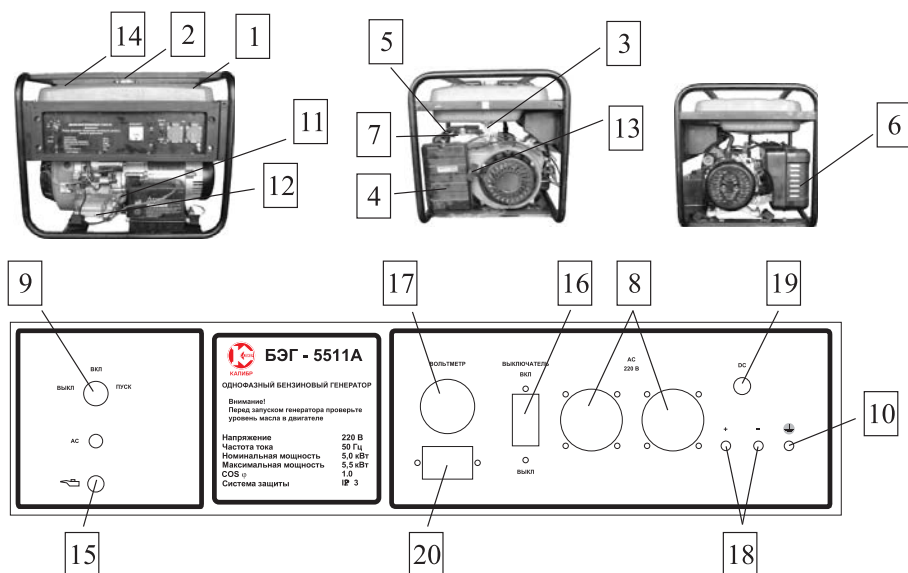

рис. 1
Общий вид генератора схематично представлен на рис. 1
6.2.1 Вывинтить шуп **11** (рис. 1) и залить в картер масло соответствующего типа до нижнего края горловины. Вставить сухой чистый шуп в горловину картера и вынуть его. Проверить уровень масла: граница смоченной области шупа должна располагаться между отметками минимального и максимального уровней.
6.3 Заземление корпуса генератора. При установке генератора следует подключить к резьбовой клемме **10** (рис. 1) проводник заземляющего устройства, удовлетворяющего требованиям раздела “Обеспечение требований безопасности”.
6.5.1 Отключить всех потребителей переменного тока генератора, переводя автоматический выключатель **16** (рис. 1) в отключённое положение, отсоединить потребителей постоянного тока от розетки **18** (рис. 1).
6.5.2 Открыть топливный кран **3** (рис. 1).
6.5.3 Перевести рычаг управления воздушной заслонкой **7** (рис. 1) в крайнее левой положение при пуске холодного двигателя и в промежуточное при пуске прогретого двигателя.
6.5.4 Установить ключ замка зажигания **9** (рис. 1) в положение “**выкл**”.
6.5.5 Плавно вытянуть до упора трос ручного стартера за ручку **13** (рис. 1) и вернуть в исходное положение.
6.5.6 Установить ключ замка зажигания **9** (рис. 1) в положение “**вкл**”.